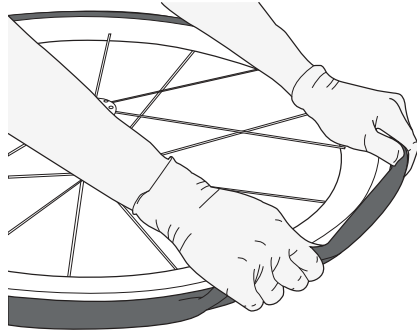

図 36.
8. ホイールを持ち上げ、残り数インチ分のタイヤを親指で押して、リムに載せます (図 36)。